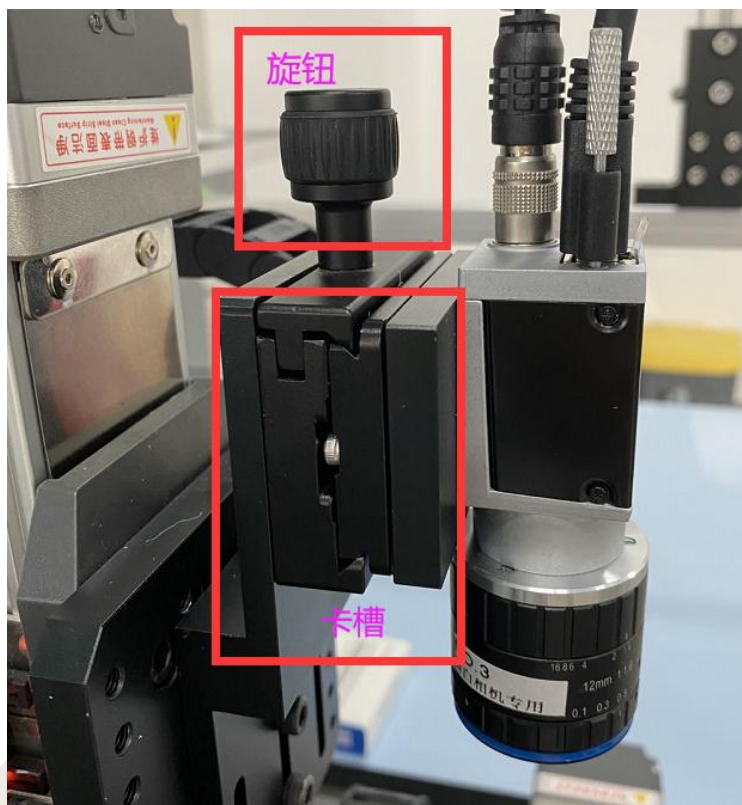

图 1-6 安装相机示意图
- ② 转动运动平台 Z 轴上方的黑色旋钮，将相机卡在槽位，并旋紧旋钮固定相机，如图 1-6。